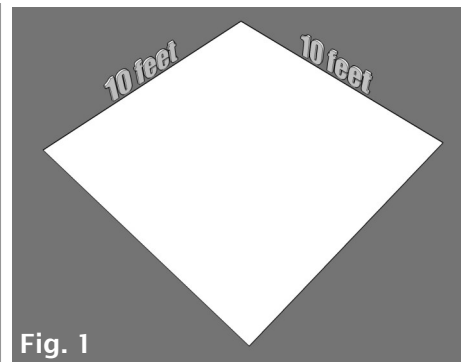

Fig. 1
- 1.** Elija el lugar en el que desea instalar su UDECX patio portatil y tome medidas para un cuadro de 10'x10' o el area designada par su instalacion. (Fig. 1)